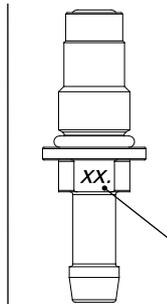

Рис. i2
- проверьте номер на табличке (рис. i2);